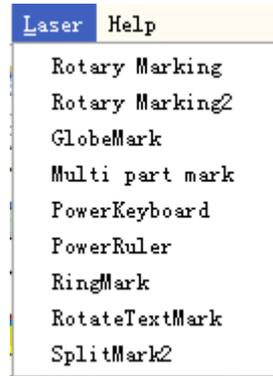

Figura 8-1
**Láser**El menú apunta principalmente al control del eje de expansión, incluye los siguientes módulos. Como se muestra en la Figura 8-1: